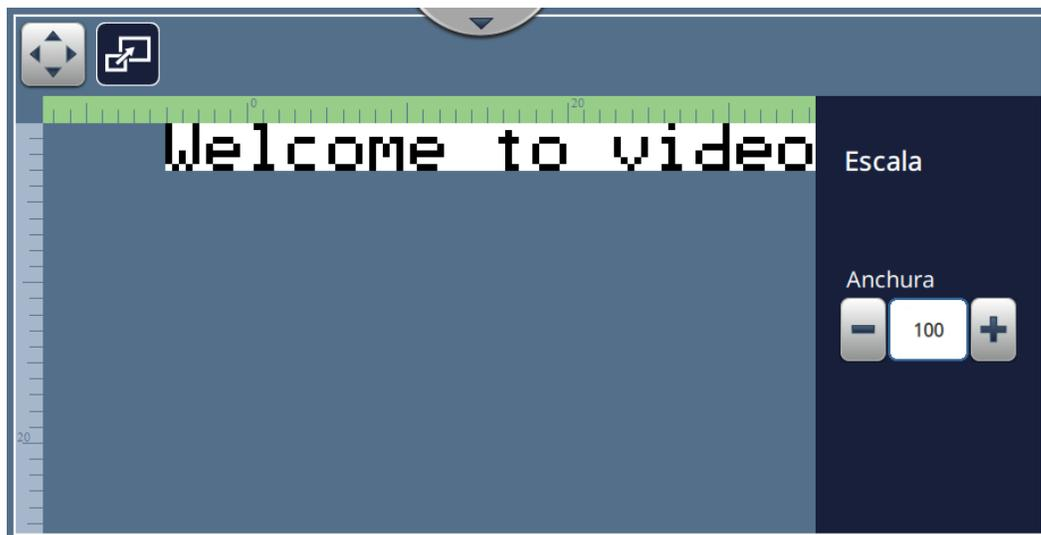

Figura 4-10: Ajustar: Escala
1. Pulse el botón  y el valor del divisor de escala actual aparecerá como se muestra en la Figura 4-10.